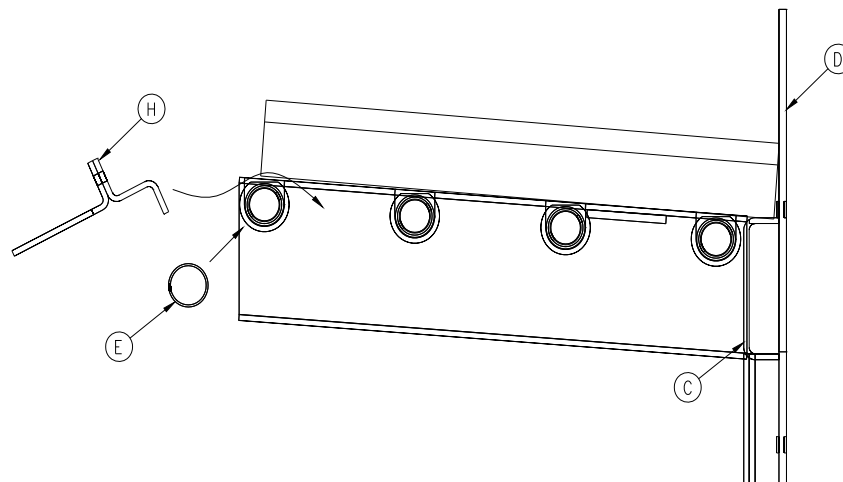

Figure 3.4b
2. Déposez-les, tout en les maintenant en place, sur le conduit d'air horizontal arrière (C) tel qu'illustré à la figure 3.4b. Il convient ensuite de les pousser vers le fond et vers les côtés pour qu'ils reposent sur le dos de la chambre à combustion (D) et sur les conduits d'air latéraux. Installez ensuite le support avant du déflecteur (H) en veillant à ce qu'il aille bien entre les montants avant et maintenez-le en place. Fixez le tube d'aération avant (E) tel qu'illustré à la figure 3.4b en veillant à ce que ses trous pointent vers l'avant de l'appareil. Installez les goupilles fendues tel qu'indiqué à la figure 3.4. Le fait de fixer le tube d'aération avant (E) permettra à l'ensemble du coupe-feu à tenir en place pendant l'étape suivante.